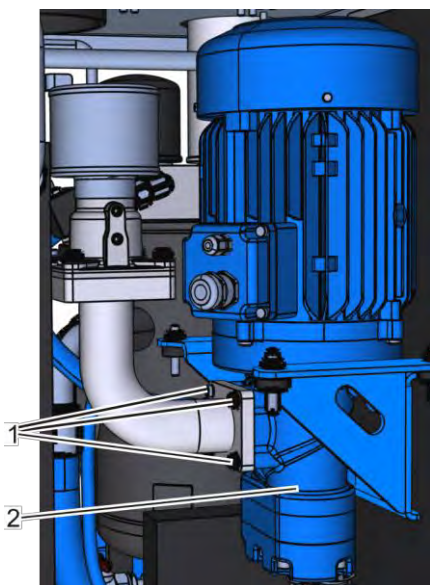

Рис. 28: Демонтаж регулятора впуска
1. Отверните крепежные винты регулятора впуска (Рис. 28/1) и извлеките их.
3. Залейте охлаждающую жидкость в ступень компрессора (Рис. 28/2).
5. Установите и закрутите крепежные винты регулятора впуска (Рис. 28/1) (☞ Приложение В «Моменты затяжки винтов» на странице 125).